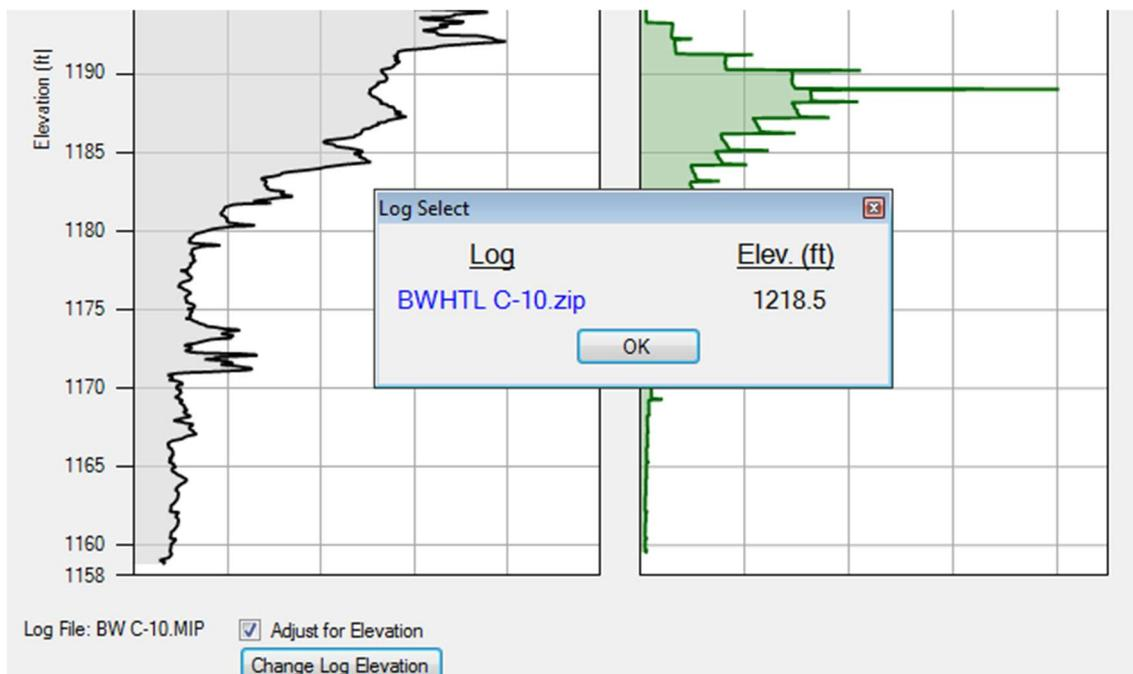

Figure 11 : Edition de la valeur de l'altitude pour un profil.
2. Sélectionnez un profil en surbrillance bleue afin d'ajouter ou de modifier une altitude (Figure 11).